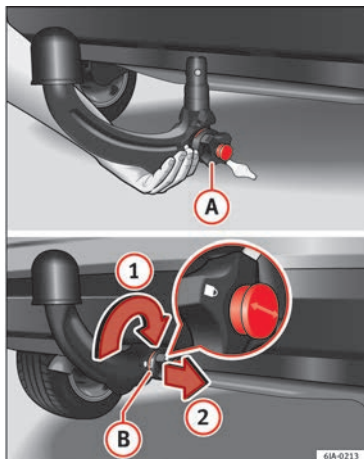
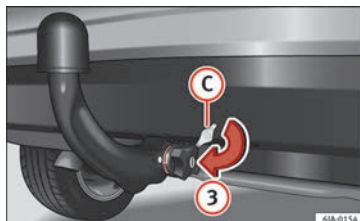

Fig. 102 Colocação da barra de cabeça esférica/fecho da fechadura e extração da chave.
Fig. 103 Colocação da tampa da fechadura.
- Segure a barra de cabeça esférica por baixo » Fig. 102 e introduza-a no casquilho de fixação até ao limite e ouvir que encaixa » ⚠.
- A roda manual (A) roda **automaticamente** no sentido contrário e ajusta-se à barra de cabeça esférica » ⚠.
- Feche com chave (B) a fechadura da roda manual rodando a chave para a direita até ao limite, no sentido da seta (1) – a seta na chave indica o símbolo «fechadura fechada».
- Retira a chave no sentido da seta (2).
- Coloque a tampa (C) na fechadura da roda manual no sentido da seta (3) » Fig. 103.